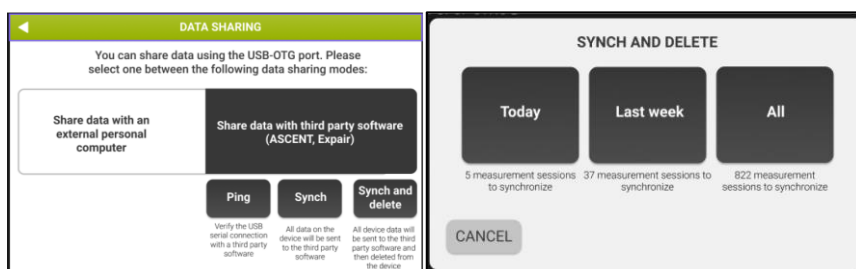

Figura 21 - Selezione di sincronizzazione
2. Selezionare *Sync and delete* per sincronizzare I dati ed eliminarli dal database interno. La sincronizzazione può essere effettuata sulle misurazioni del giorno corrente dell'ultima settimana oppure su tutti i dati. Terminata la sincronizzazione i dati sul dispositivo saranno rimossi (Figura 21)